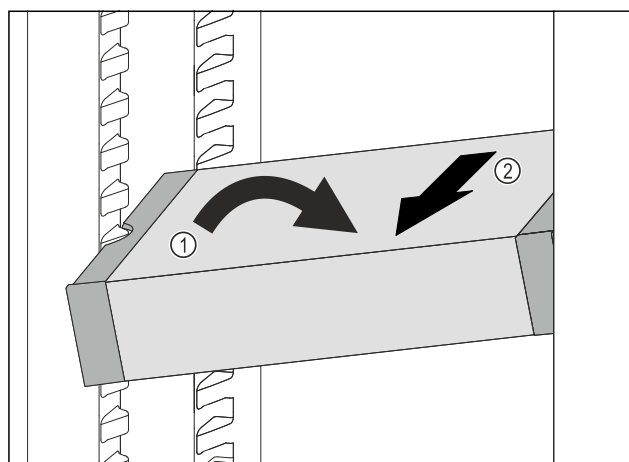

Fig. 138
- ▶ VarioSafe postavte v chladničce šikmo. Fig. 138 (1)
- ▶ VarioSafe odeberte směrem dopředu. Fig. 138 (2)